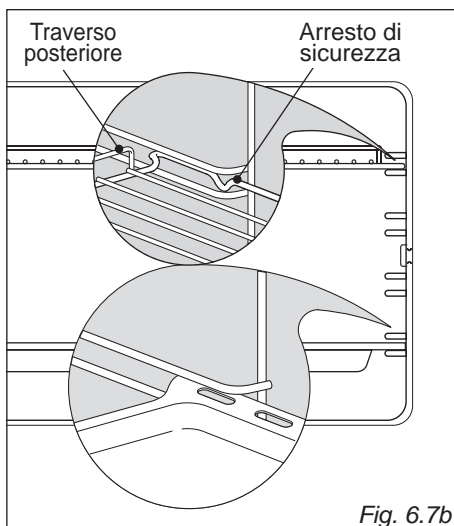

Fig. 6.7b
- Infilare in mezzo alle guide dei telai laterali la leccarda e la griglia come in (fig. 6.7b).